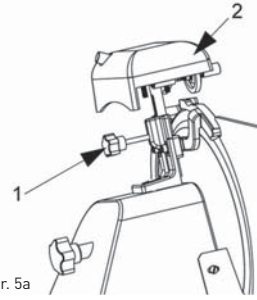

FIG. nr. 5a
- deșurubați butonul (1, FIG. nr. 5a), ridicați (a) dispozitivul de ascuțit (2, FIG. nr. 5a) până la poziția în care se blochează 180°.